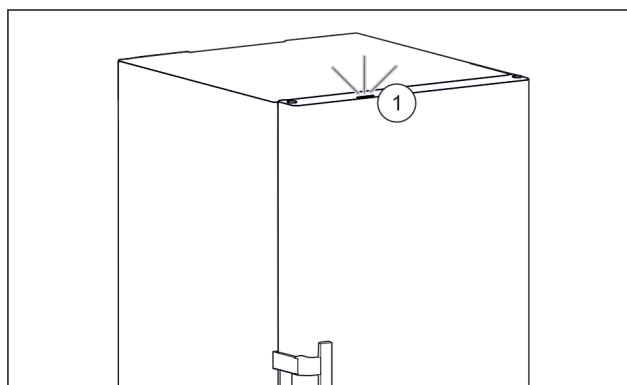

Fig. 60 Aktivní stavové světlo při zavřených dveřích
- Stavové světlo Fig. 60 (1) je aktivované.